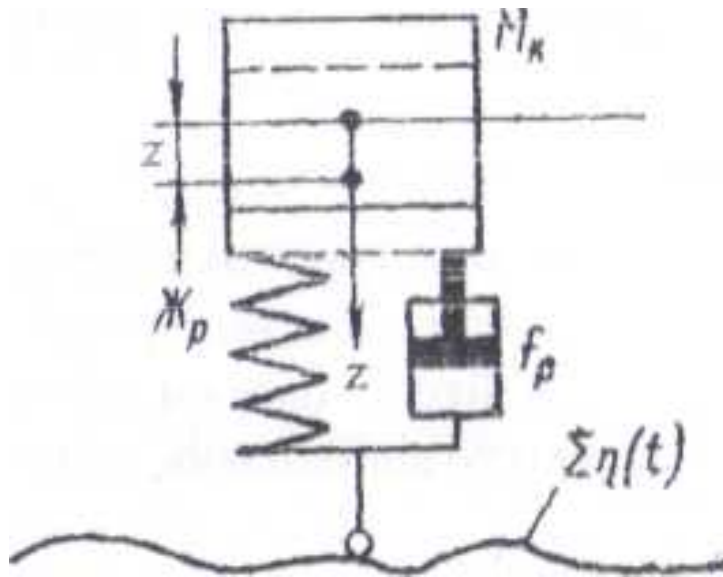

Рис. 14. Розрахункова модель коливання підресорених мас рухомого складу
2. Креслення схем наведено на рис. 14–17.